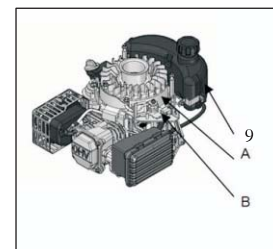

Fig. 12
4. Mueva el asa del control de freno (ubicada en el equipo) para soltar el freno del volante de inercia, y compruebe que hay espacio entre el brazo del regulador y la palanca de retorno del acelerador cuando la palanca de retorno del acelerador está en la posición rápida (o alta). Compruebe también que haya al menos 2 mm de separación entre el tope y el soporte del cable del freno (consulte la Fig. 12).